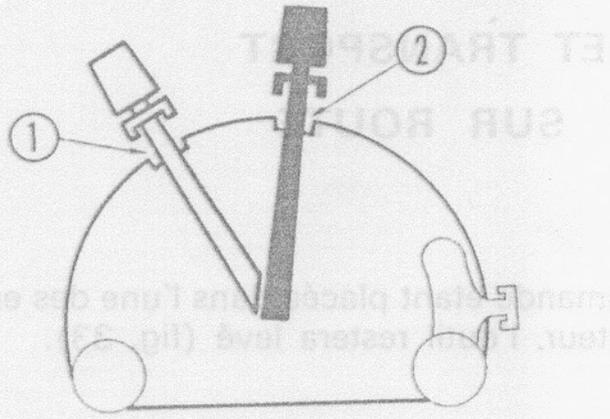

Fig. 33
- La manette de commande étant placée dans l'une des encoches (1) ou (2) du secteur, l'outil restera levé (fig. 33).